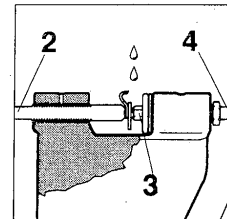

fig. 4
- 2- Positionner la dent (fig.4) ou la maillon de raccordement (fig.3). La tête du rivet devant être au centre de la bouterolle (2) (fig.3).
- 3- Tourner le levier (2) pour appuyer le rivet (1) contre la bouterolle (3).
- 4- Tourner la manivelle (4) pour centrer le rivet sur la bouterolle.